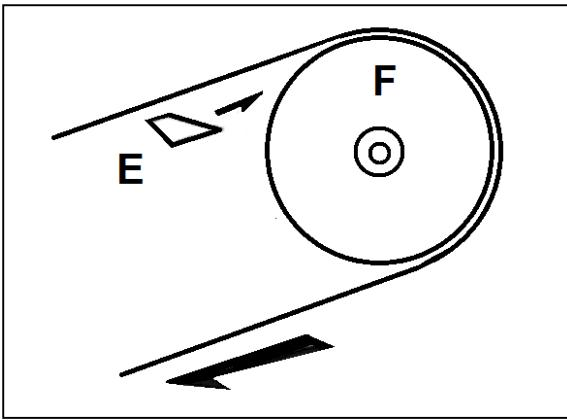

Abb. 8-7: Überprüfung der Sägebandführung
- Einen Streifen Papier (E, Abb. 8-7) zwischen Sägeband und Schwungscheibe (F) einschieben.